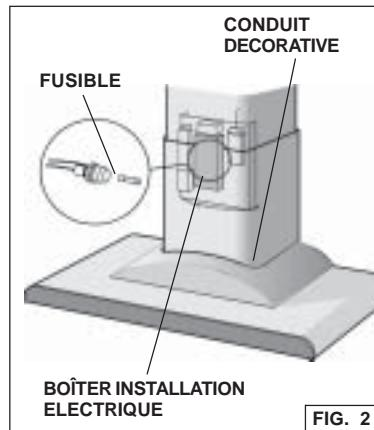

FIG. 2
1. Retirez le carreau décoratif. Fig. 2.